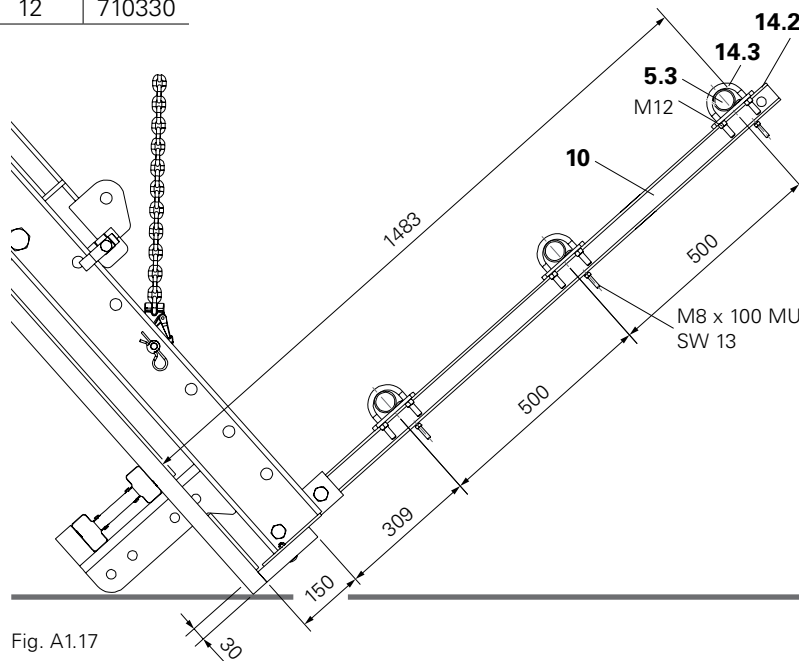

Fig. A1.17
3. Ripetere due volte il passaggio 1 e 2. (Fig. A1.17)